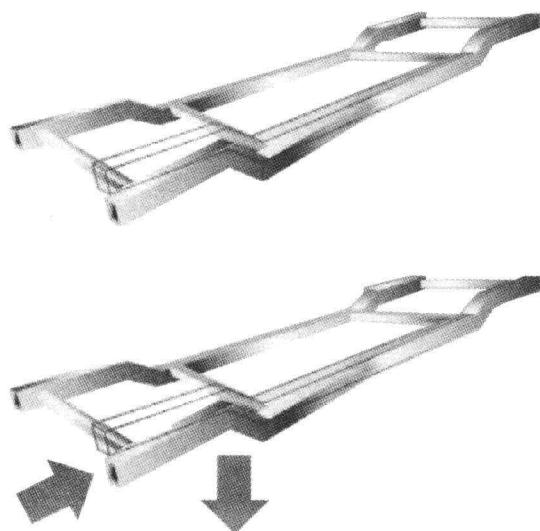

图 1-9 下垂损伤
2) 下垂损伤。下垂损伤如图 1-9 所示,它是在车身出现部分降低的状态时,部分结构件呈现下凹变形的损伤。下垂损伤通常由前方或后方的正向撞击引起。